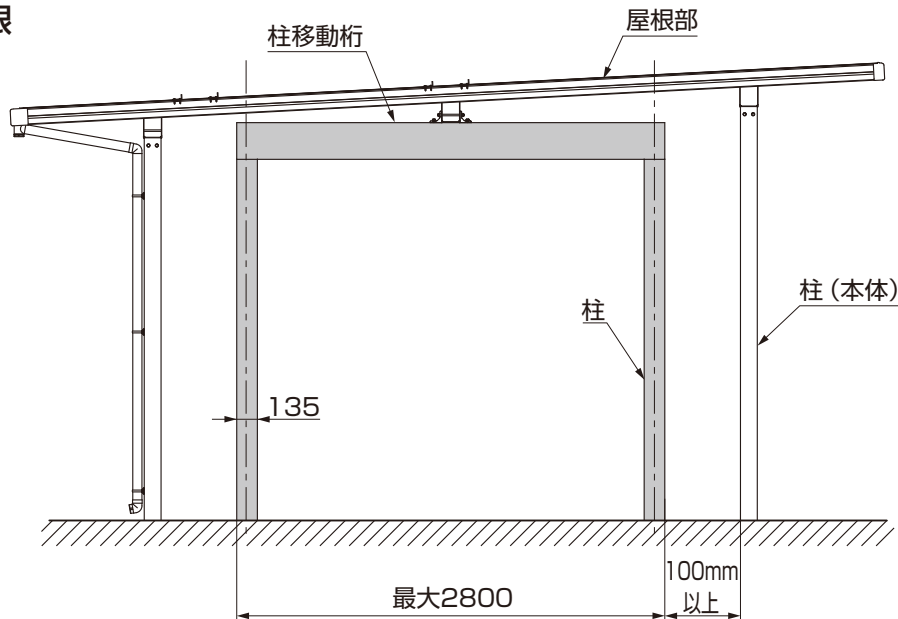

図3-1
- 柱と柱の間隔は100mm以上にしてください。（図3-1参照）